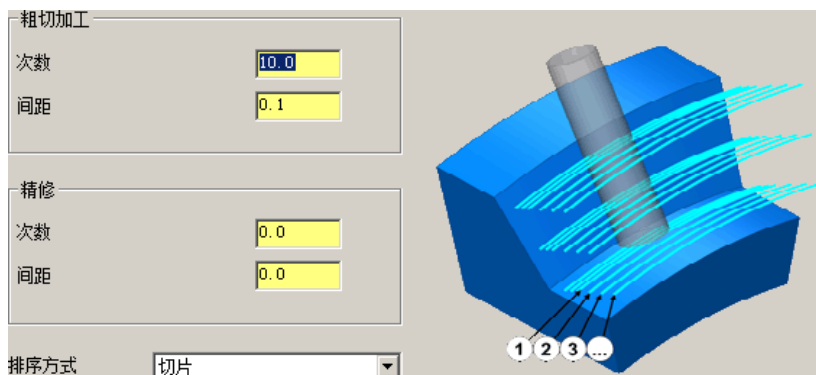

图 7.7.10 设置“分层切削”参数
Step5. 设置粗加工参数。在“多轴刀路 - 两曲线间仿形加工”对话框的左侧节点中单击 **粗加工** 节点，切换到粗加工参数设置界面，选中 ☒ **分层切削** 复选框，然后单击 **粗加工** 节点下的 **分层切削** 节点，设置图 7.7.10 所示的分层切削参数。